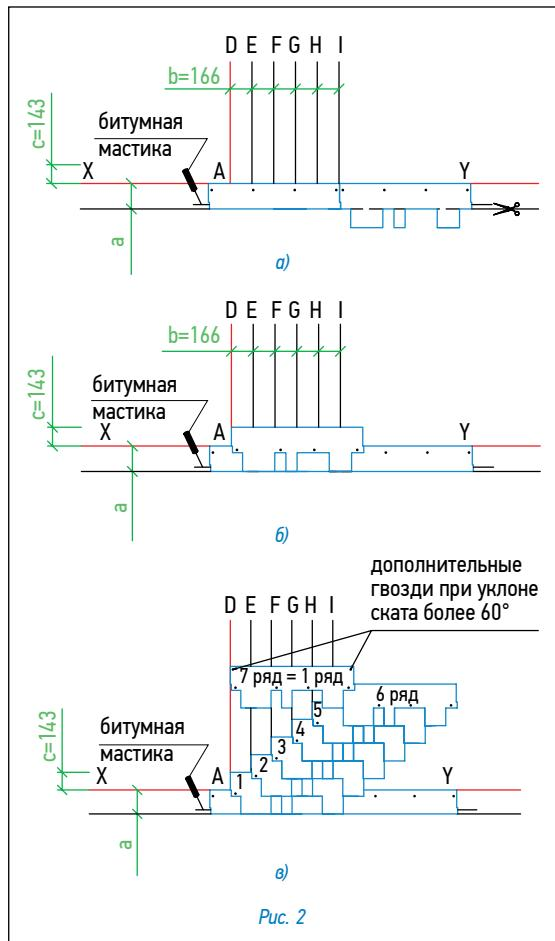

Рис. 2
Укладка материала (рис. 2)
• Начальный ряд формируется из специальной коньково-карнизной черепицы, либо из листов черепицы с обрезанными лепестками. Элементы начального ряда укладываются по линии карниза в обе стороны от линии I (рис. 2а) и фиксируются по нижнему краю битумной мастикой, а по верхней кромке 4 гвоздями (ось гвоздей на 5 см ниже верхнего края полосы);
- далее первый ряд черепицы укладывается от линии AD (рис. 2б);
- второй ряд укладывается от линии Е (со смещением 16,6 см от AD) (рис. 2в);
Каждый лист черепицы крепится 4 гвоздями в штатных местах таким образом, чтобы гвоздь прошивал и верхний край низлежащего листа черепицы (рис. 2в).